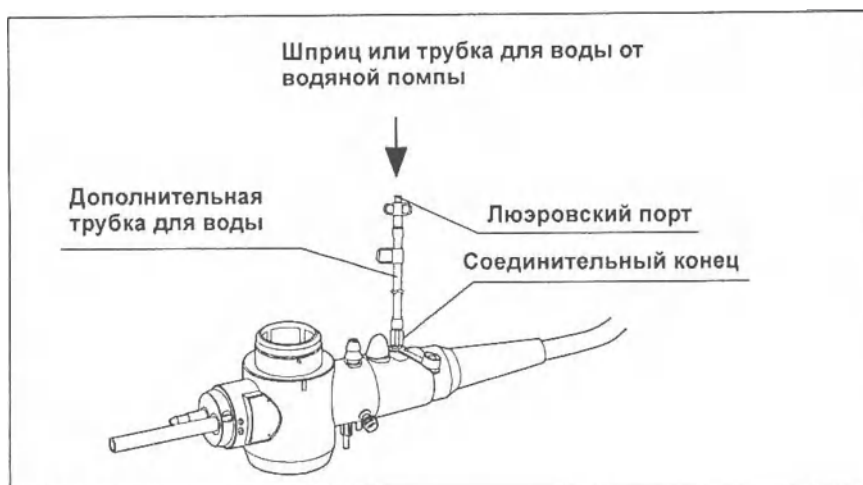

Рисунок 3.20.
1. Присоедините шприц, заполненный стерильной водой, или трубку для воды от водяной помпы к люэровскому порту дополнительной трубки для воды (см. Рисунок 3.20.). Введите воду и убедитесь в том, что вода вытекает из дополнительного жидкостного канала на дистальном конце вводимой трубки.